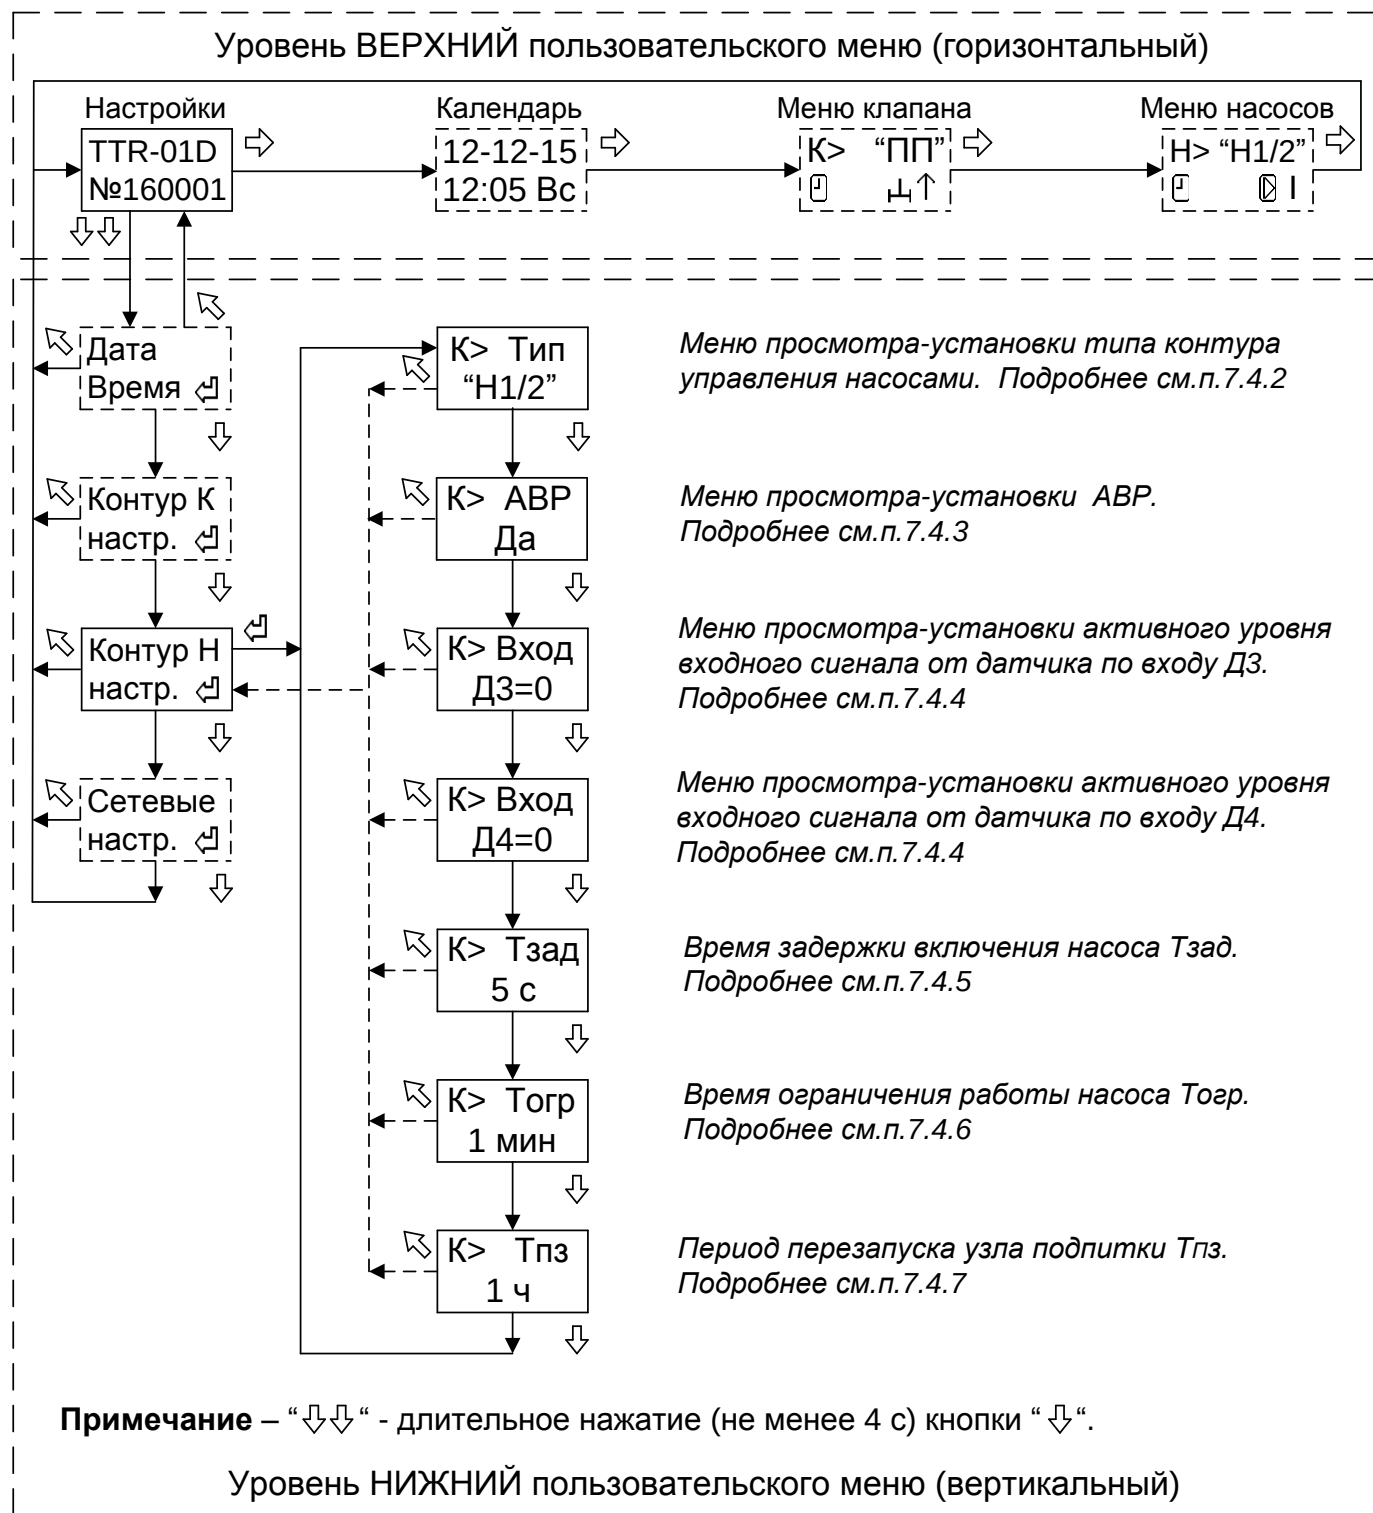

Рисунок 5 – Структура меню настройки параметров контура управления насосами
7.4.3 Вход в меню просмотра-установки параметра **АВР** (автоматический ввод в работу резервного насоса в случае неисправности основного) производится при нажатии кнопки “←” (см. рисунок 5).
7.4.5 Вход в меню просмотра-установки параметра времени задержки включения насоса **Тзад** производится при нажатии кнопки “” (см. рисунок 5).
7.4.6 Вход в меню просмотра-установки параметра времени ограничения работы насоса **Тогр** производится при нажатии кнопки “←” (см. рисунок 5).
7.4.7 Вход в меню просмотра-установки параметра периода перезапуска узла подпитки **Тпз** производится при нажатии кнопки “←” (см. рисунок 5).